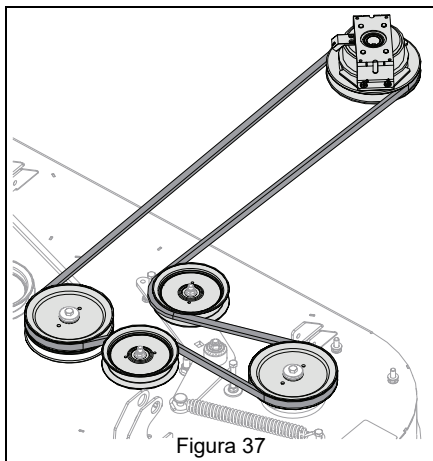

Figura 37
**IMPORTANTE:** Assicurarsi che la cinghia sia in tensione e resti allineata in tutte le pulegge. Vedere Figura 37.